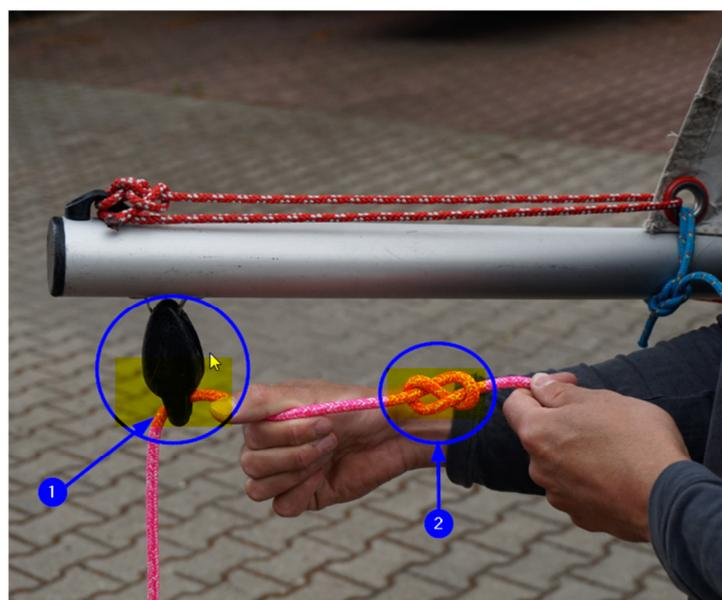

Abb. 26 – Einfädeln der Großschot - Durchrauschknoten
- Die in Abb. 26 dargestellte Großschot wird von hinten nach vorne durch die achterliche Großschotrolle (vgl. **Abb. 26 – Punkt 1**) geführt und anschließend wie in **Abb. 26 – Punkt 2** dargestellt mittels Achtknoten gegen Durchrauschen gesichert.